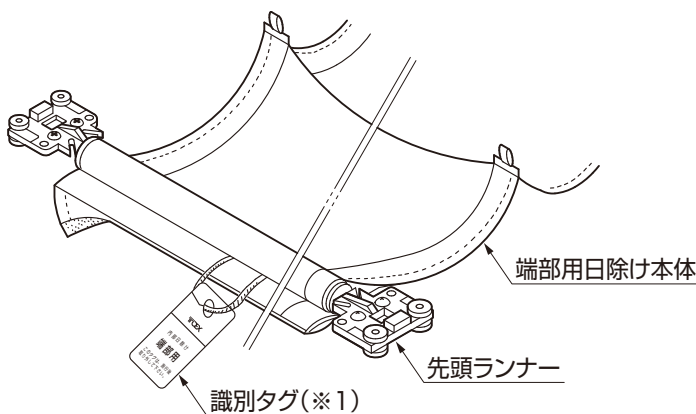

図4-4
- 端部用日除けには識別タグがついています。(図4-4参照)